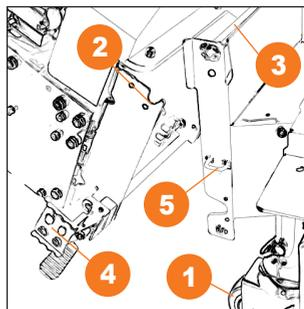

Рис. 13
**Соединение двигателя с навесным оборудованием (Рис. 13).**